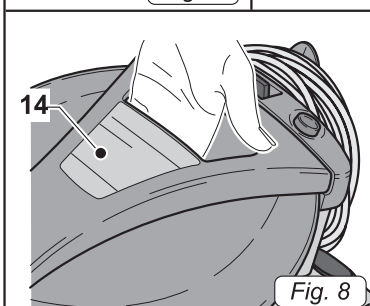

Fig. 8
- Um das Gerät zu heben, die Finger in den entsprechenden Griff einfügen (14 Abb. 8), der sich am oberen Teil des Deckels befindet.